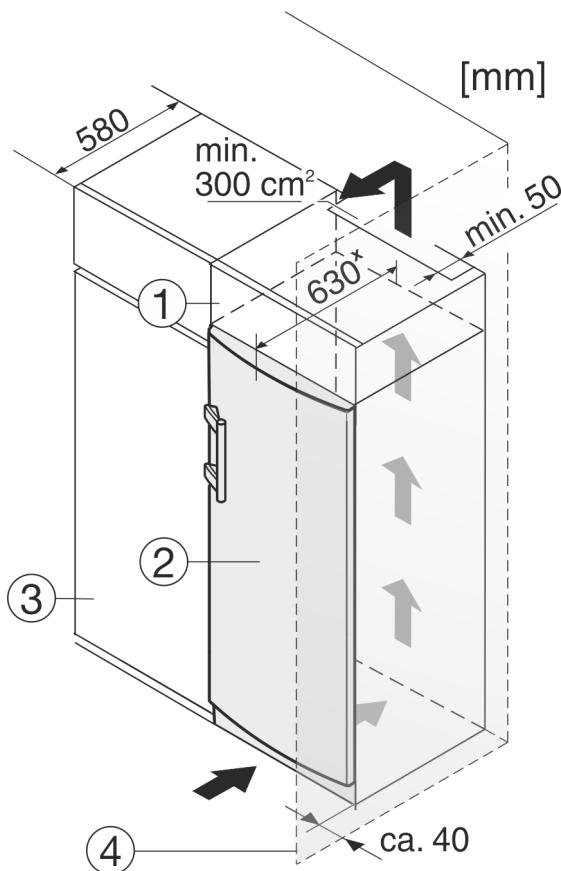

Fig. 10
Zariadenie môže byť zabudované medzi kuchynskými skriňami. Aby sa zariadenie Fig. 10 (2) prispôsobilo výške kuchynskej linky, môže sa nad zariadením umiestniť nadstavná skrinka Fig. 10 (1).
Pri vstavaní s kuchynskými skriňami (hĺbka max. 580 mm) je možné zariadenie inštalovať priamo vedľa kuchynskej skrine Fig. 10 (3). Zariadenie vyčnieva nabok 34 mm a v strede zariadenia 50 mm oproti prednej časti kuchynskej skrine.
Ak je zariadenie umiestnené so zavesením vedľa steny Fig. 10 (4), vzdialenosť medzi zariadením a stenou musí byť minimálne 40 mm. To zodpovedá presahu držadla pri otvorených dverách.